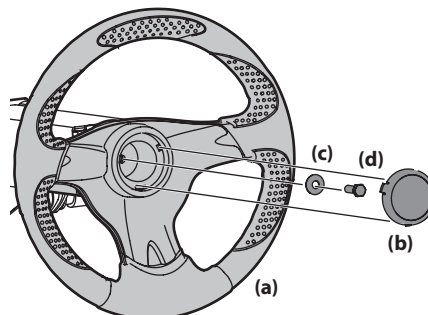

Figure 2-3
1. La quincaillerie qui sert à fixer le volant de direction (a) se trouve sous le couvercle du volant de direction (b). Soulevez soigneusement le couvercle (b) pour retirer la quincaillerie. Voir Figure 2-3.
2. Assurez-vous que les roues de l'appareil sont dirigées vers l'avant, puis placez le volant de direction (a) sur l'arbre de direction. Voir Figure 2-3.
3. Insérez la rondelle Belleville (b), avec la partie creuse vers le bas, dans le volant de direction (a) et fixez-la avec le boulon hexagonal autobloquant (d). Voir Figure 2-3.